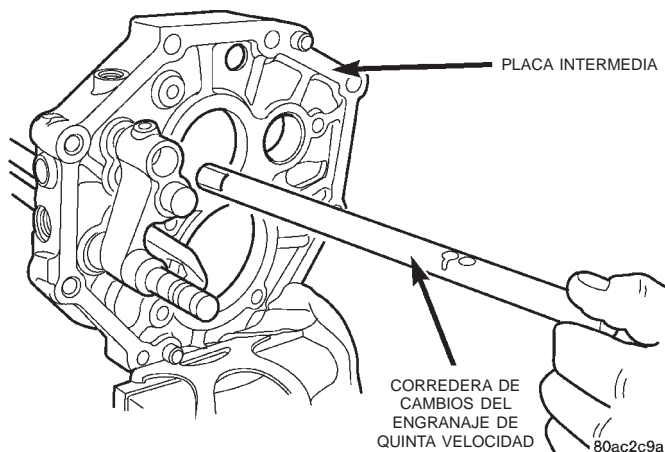

Fig. 67 Desmontaje de corredera de cambios del engranaje de quinta velocidad
(23) Retire la corredera de cambios del engranaje de quinta velocidad (Fig. 67).